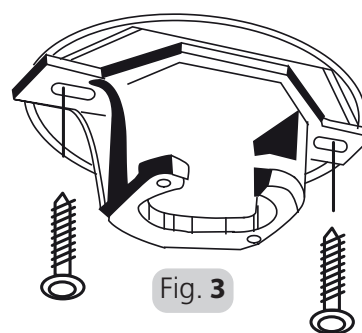

Fig. 3
4. Montieren Sie die Aufhängehalterung mit den mitgelieferten langen Schrauben am Deckenbalken oder an der Holzstütze. Führen Sie die Schrauben durch die Langlöcher in der Hängevorrichtung und befestigen Sie sie an der Decke. Siehe Abb. 3
4. Install the hanging bracket to the ceiling joist or timber support with the long installation screws provided. Pass the screws through the slotted holes in the hanging bracket and secure to the ceiling. Refer to Fig. 3
4. Installez le support de suspension sur la solive du plafond ou le support en bois avec les longues vis d'installation fournies. Faites passer les vis à travers les fentes du support de suspension et fixez-les au plafond. Voir Figure 3.
4. Installare la staffa di sospensione sul travetto del soffitto o il supporto in legno con le viti di installazioni lunghe in dotazione. Far passare le viti attraverso i fori presenti nella staffa di sospensione e fissarle al soffitto. Vedere la fig. 3
4. Monteer de ophangbeugel aan de plafondbalk of de houten steun met behulp van de meegeleverde lange montageschroeven. Steek de schroeven door de sleufgaten in de ophangbeugel en schroef de beugel aan het plafond. Zie Fig. 3
4. Instale o suporte de suspensão na viga do teto ou suporte de madeira com os parafusos de instalação compridos fornecidos. Passe os parafusos pelos furos longitudinais no suporte de suspensão e prenda-os ao teto. Consulte a Fig. 3